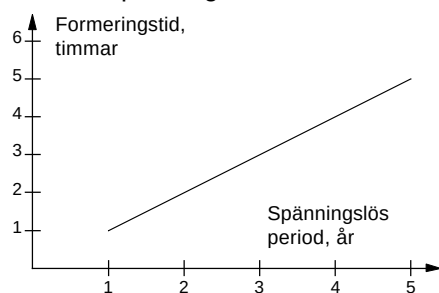

Bild 13-2 Formeringstid som funktion av tid utan spänning
- ◆ Koppla in formeringsspänningen. Beroende av hur länge omriktaren varit spänningslös krävs olika lång inkopplingstid. Se bild 13-2.